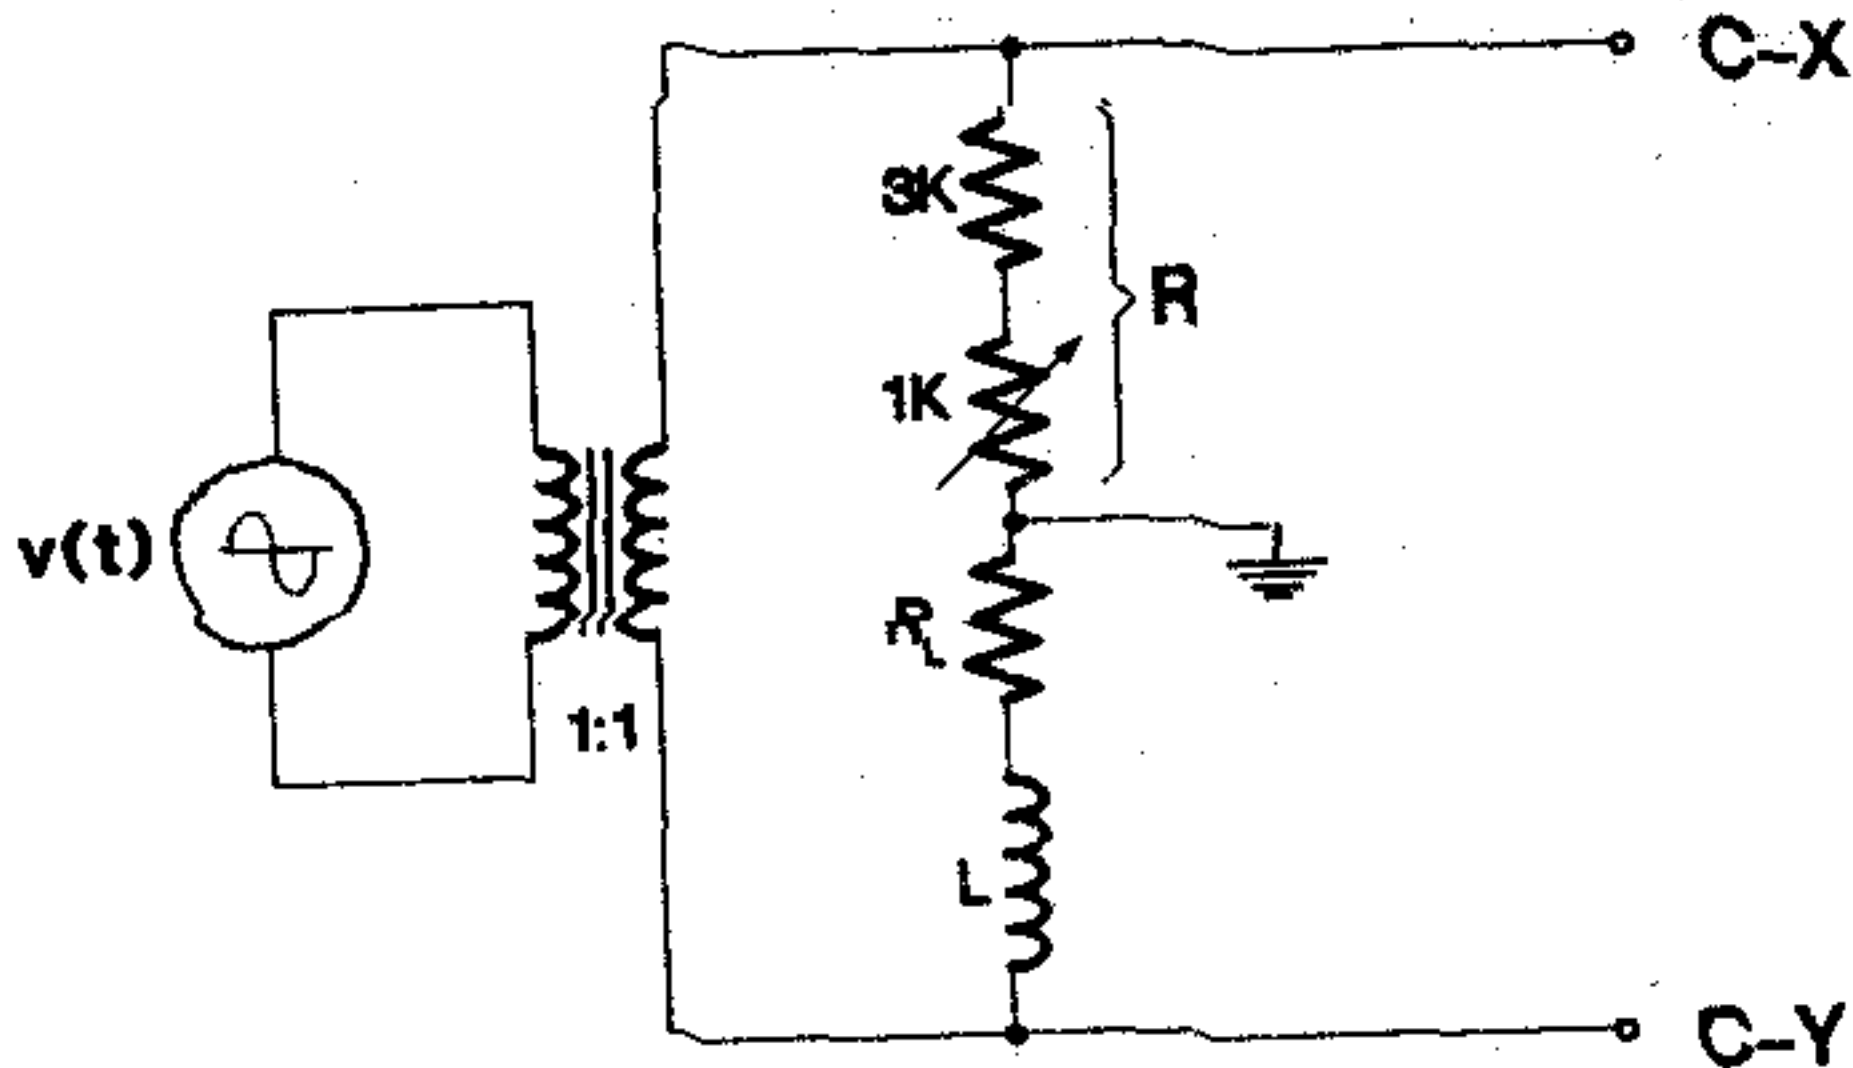

Figura 15
Arme el circuito de la figura 15, con $L = 50 \text{ mH}$.
- 7.- Dibuje las señales observadas correspondientes a la figura 15. Indique claramente voltajes, frecuencia, desfaseamiento.
- 8.- Dibuje la figura observada en el plano X - Y y determine el desfaseamiento medido de la figura 15.